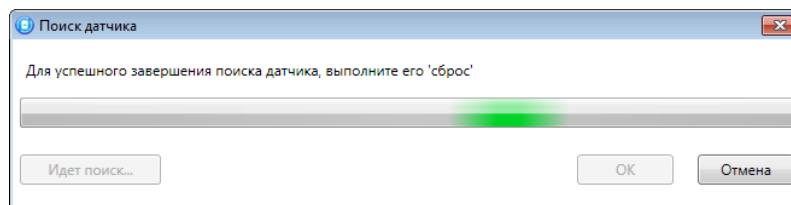

Рисунок 4.37 — Поиск радиоустройства
3. После нажатия кнопки *ОК* начнется поиск радиоустройства контроллером (см. рисунок 4.37). Для того чтобы устройство было найдено контроллером, его следует перевести в режим связывания (выполнить «сброс»).